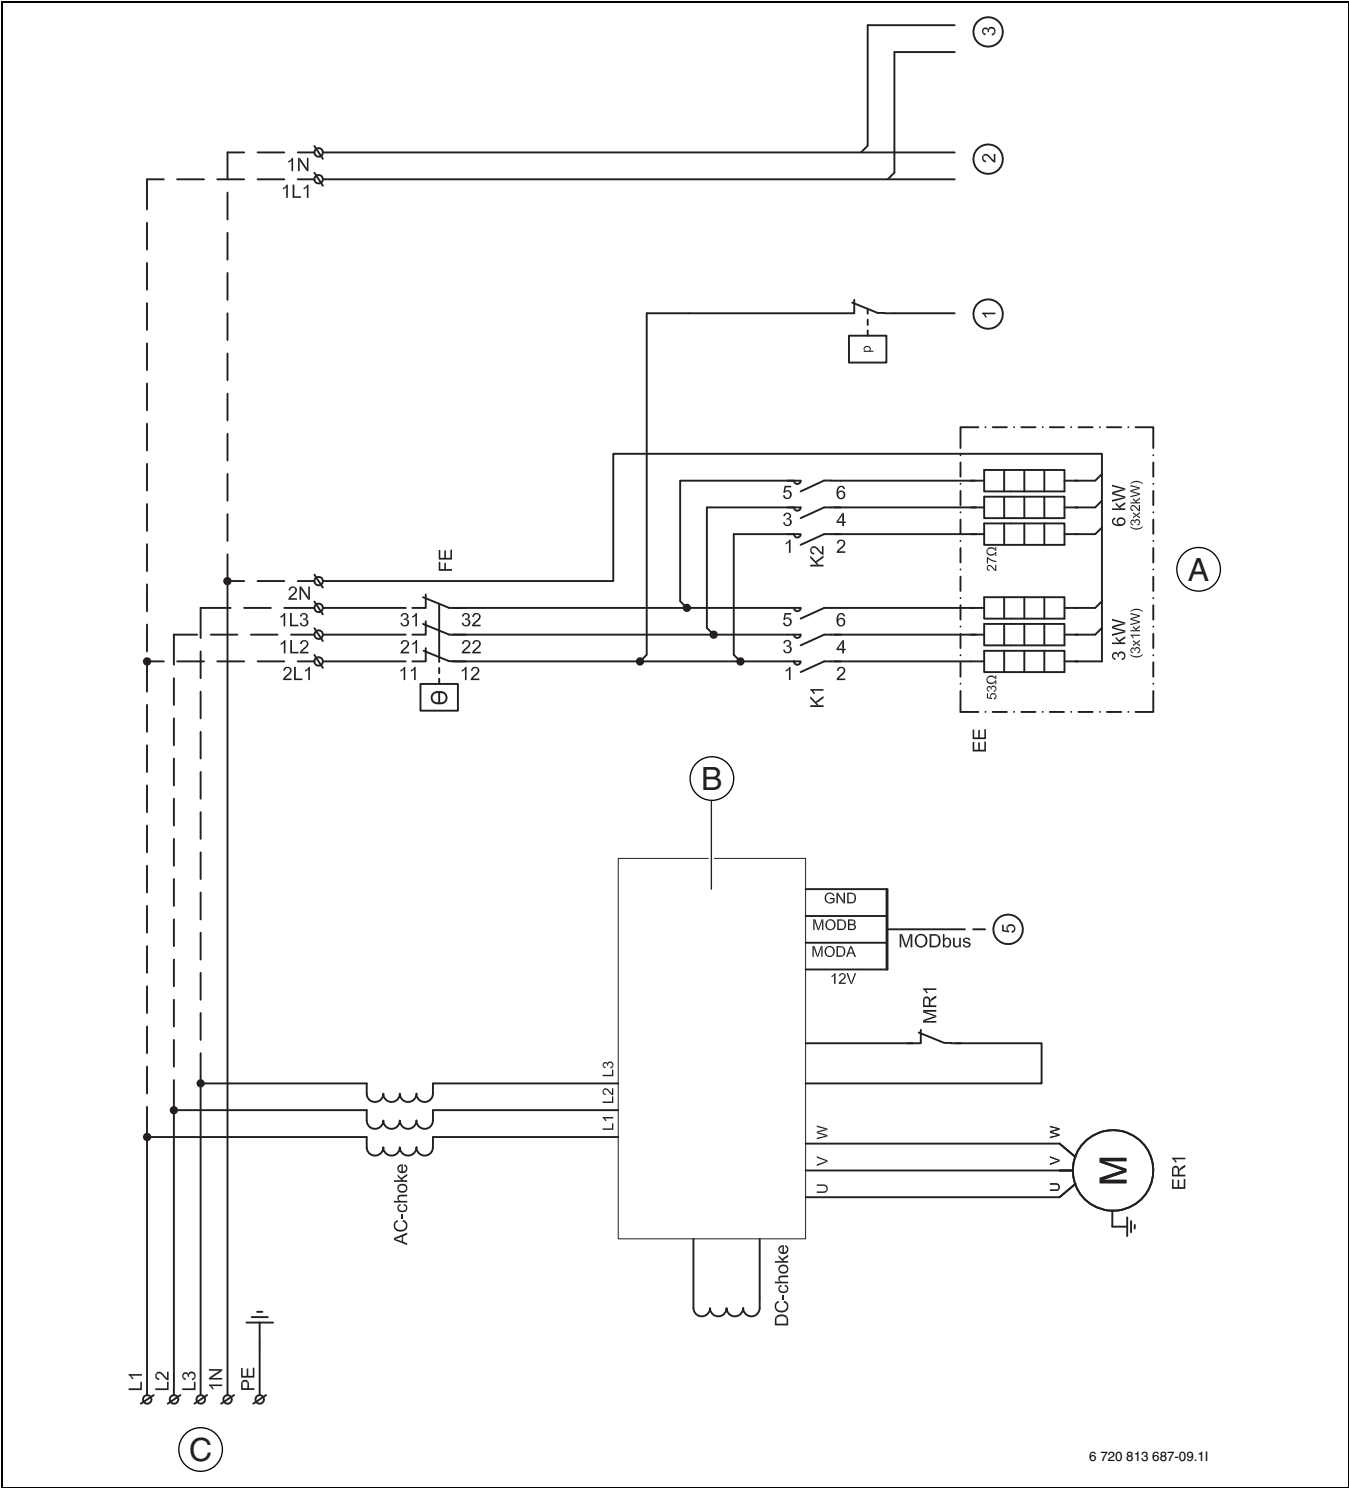

Рис. 28 Электропитание теплового насоса
[1]	Тревога реле контроля давления/электрического нагревателя ([1] рис. 28)
[2]	Рабочее напряжение 230 В~ ([2] рис. 28)
- [3] Рабочее напряжение 230 В~ ([3] рис. 28)
- [5] MOD-BUS к инвертору ([5] рис. 28)